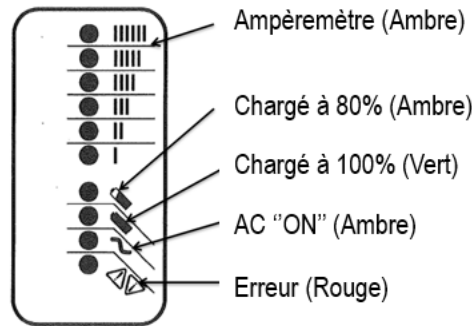

Figure 9 : Détails de l'indicateur du chargeur
4. L'état de charge peut être vérifié par la fenêtre du chargeur (voir la Figure 9).